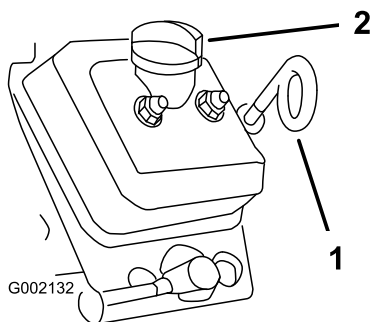

Рисунок 44
8. Очистите поверхность вокруг масломерного щупа, крышки заливного отверстия и заливной горловины, затем выньте щуп (Рисунок 44).
9. Снимите крышку заливного отверстия и залейте масло указанного типа в заливную горловину, пока его уровень не достигнет отметки Full (Полный) на щупе (Рисунок 44).
10. Вставьте щуп в заливную горловину до упора; затем извлеките его и проверьте уровень масла (Рисунок 44).
11. Вставьте измерительный щуп в заливную горловину до упора и надежно установите крышку на заливную горловину (Рисунок 44).